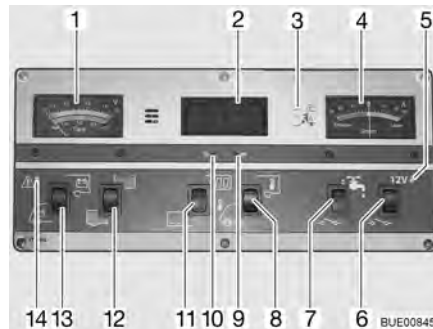

Fig. 110 Panneau de contrôle IT 994
Observer sur l'indicateur de charge/de niveau de réservoir (Fig. 110,1), la graduation supérieure. L'indicateur s'éclaire automatiquement dès qu'un commutateur est actionné.
- Commutateur à bascule (Fig. 110,13) vers le bas : La tension de la batterie de démarrage est affichée.
- Commutateur à bascule (Fig. 110,13) vers le haut : La tension de la batterie de cellule est affichée.
Observer sur l'indicateur de charge/de niveau de réservoir (Fig. 110,1) la graduation inférieure. L'indicateur s'éclaire automatiquement dès qu'un commutateur est actionné.
- Commutateur à bascule (Fig. 110,12) vers le haut : Le niveau du réservoir d'eau est affiché.
- Commutateur à bascule (Fig. 110,12) vers le bas : Le niveau du réservoir d'eaux usées est affiché.
Le voyant d'alerte rouge ALARME (Fig. 110,14) clignote dès que la charge de la batterie de cellule descend en dessous de 11 V (mesurée en marche) et qu'il y a risque de décharge profonde des batteries.
- Commutateur à bascule (Fig. 110,11) vers le haut : L'affichage de l'horloge numérique est activé. L'affichage de température est en ordre de marche.
- Commutateur à bascule (Fig. 110,11) vers le bas : L'affichage de l'horloge numérique et l'affichage de température sont désactivés.
- Appuyer avec un objet fin, p. ex. l'extrémité d'un stylo à bille, sur l'orifice pour l'affichage des heures (Fig. 110,10) jusqu'à ce que l'indication des heures souhaitée s'affiche.
- Appuyer avec un objet fin, p. ex. l'extrémité d'un stylo à bille, sur l'orifice pour l'affichage des minutes (Fig. 110,9) jusqu'à ce que l'indication des minutes souhaitée s'affiche.
- Commutateur à bascule (Fig. 110,8) vers le haut : La température intérieure s'affiche.
- Commutateur à bascule (Fig. 110,8) vers le bas : La température extérieure s'affiche.
Cet indicateur (Fig. 110,4) permet de visualiser en permanence le flux de courant actuel de la batterie. L'indicateur s'éclaire automatiquement dès qu'un commutateur est actionné.
L'interrupteur principal 12 V (Fig. 110,6) établit ou coupe le panneau de contrôle et l'alimentation 12 V de la cellule.
- Commutateur à bascule (Fig. 110,6) vers le haut : L'alimentation 12 V de la cellule est assurée. Le voyant de contrôle (Fig. 110,5) s'allume en vert.
- Commutateur à bascule (Fig. 110,6) vers le bas : L'alimentation 12 V de la cellule est coupée. Le voyant de contrôle (Fig. 110,5) s'éteint.
Le voyant de contrôle 12 V (Fig. 110,5) s'allume dès que l'interrupteur principal 12 V (Fig. 110,6) est enclenché.
Le voyant de contrôle jaune 230 V (Fig. 110,3) s'allume si l'arrivée du bloc électrique est sous tension de réseau.
*Mise en marche :* ■ Commutateur à bascule (Fig. 110,7) vers le haut : L'alimentation en eau est activée.
*Mise hors service :* ■ Commutateur à bascule (Fig. 110,7) vers le bas : L'alimentation en eau est désactivée.